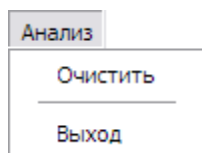

Рис. 21.89
1. В меню **Анализ** выберите команду **Очистить** (Рис. 21.89).